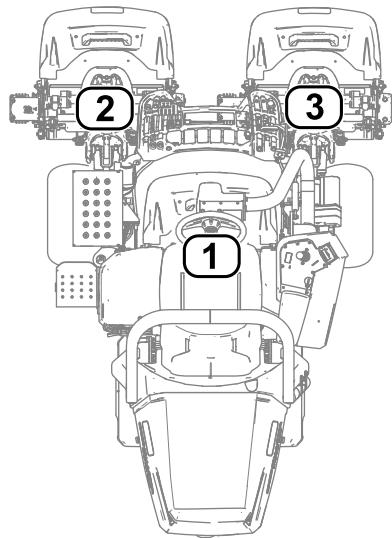

Figura 31
- 1 se refiere a la unidad de corte central (Figura 31)
- 2 se refiere a la unidad de corte delantera izquierda (Figura 31)
- 3 se refiere a la unidad de corte delantera derecha (Figura 31)